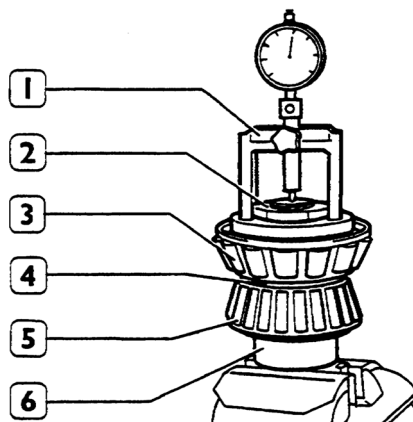

Figura 40
- El rodamiento (5) del lado del piñón.
- Las arandelas de ajuste (4) anteriormente medidas.
- El rodamiento (3).
- b. Montar la tuerca (2) y apretarla totalmente.
- c. Instalar la pieza (1) de la herramienta 99395027 (6), equipada con el reloj comparador, en el rodamiento (3). Cerar el reloj comparador en la extremidad de la herramienta (8) y retirar:
- El soporte del comparador (1).
- La tuerca de fijación (2).
- Las arandelas de ajuste (4) del rodamiento de la herramienta (8).
- d. Montar sobre el rodamiento (5, figura 40) la media-carcaza (4) y, posteriormente, el rodamiento (3) sobre la media-carcaza (4).